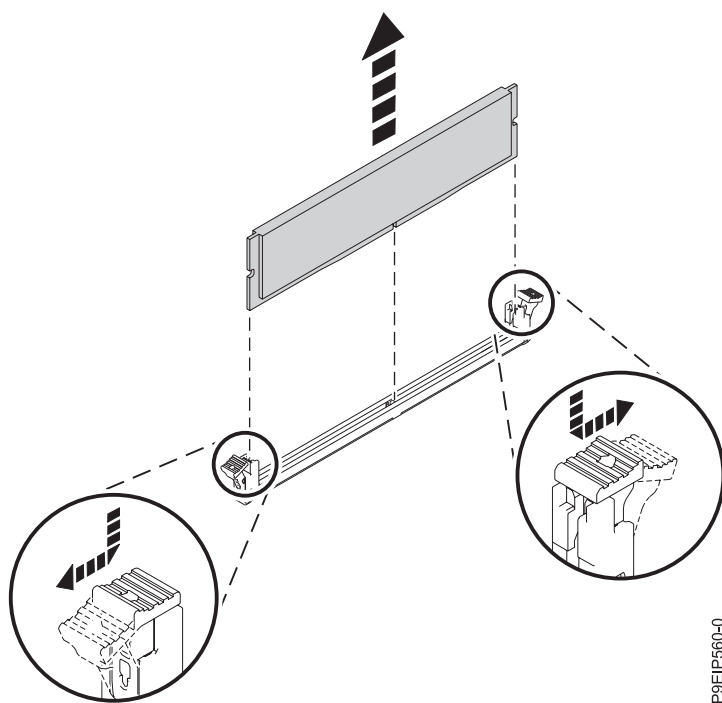

Figura 41. Removendo a memória DIMM
- b. Destrave a memória DIMM empurrando simultaneamente as guias de travamento para fora da memória DIMM, na direção mostrada em Figura 41. Certifique-se de destravar ambas as guias ao mesmo tempo. A ação da alavanca de abrir as guias empurra a memória DIMM para fora do slot.